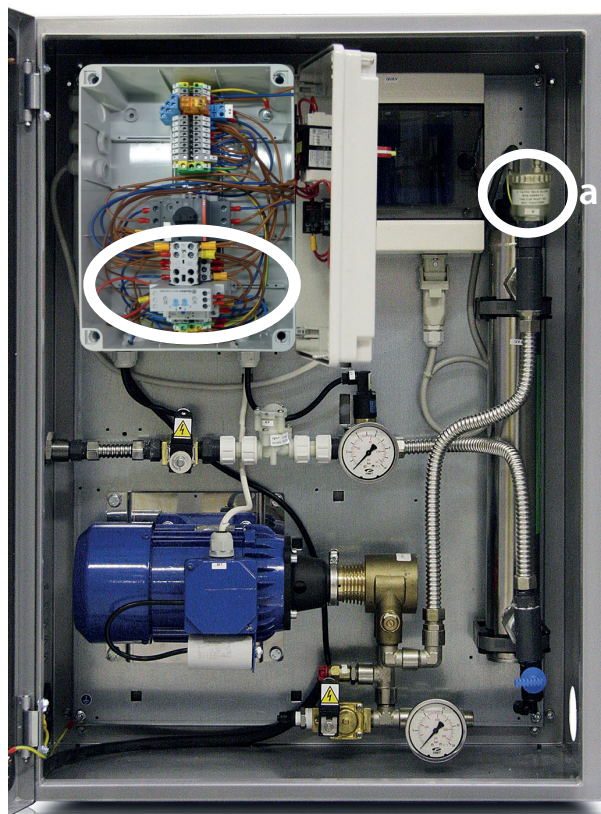

Рис. 5.a
9. убедитесь, что выключатель защиты двигателя от перегрузки (Q) стоит в положении 1 (рис. 5.a);
👉 Примечание: При включении насоса в течение нескольких секунд с дренажного клапана может вытечь несколько капель воды (см. "a" - рис. 5.a).